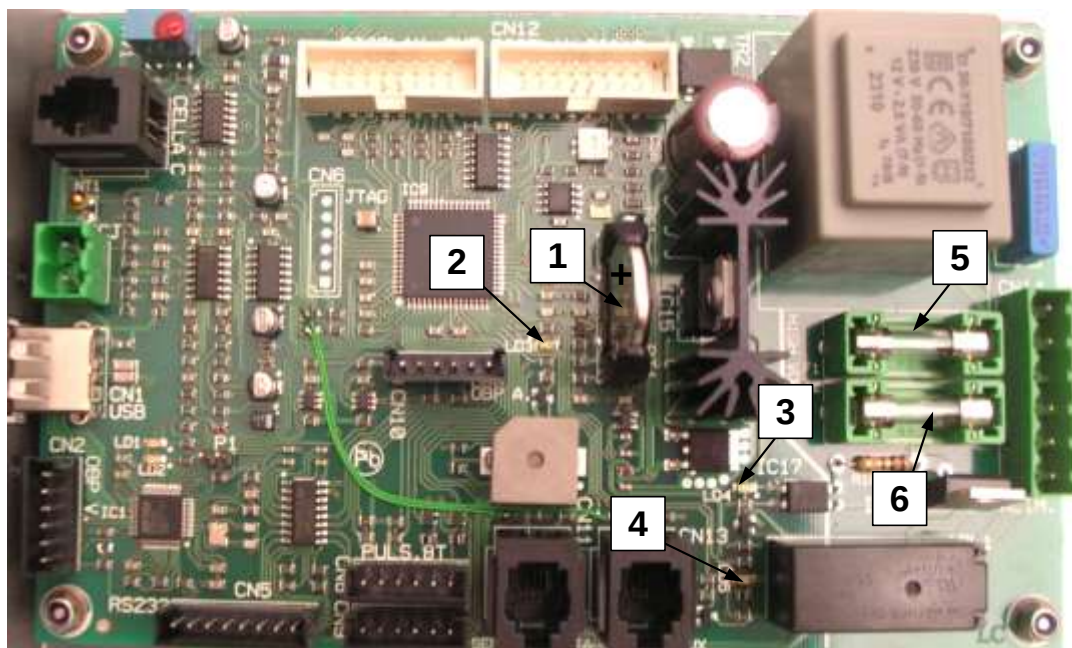

fig. 5.16
La batteria di mantenimento dati (MBB nello schema elettrico al cap.6 e pos.1-fig.5.16) è posta sulla scheda generale ed è necessario sostituirla quando viene visualizzato a display il corrispondente messaggio d'allarme " **BATTERIA SCARICA** ".
- inserire allo stesso modo la batteria nuova mantenendo il simbolo " + " verso sinistra (vedi fig.5.16)